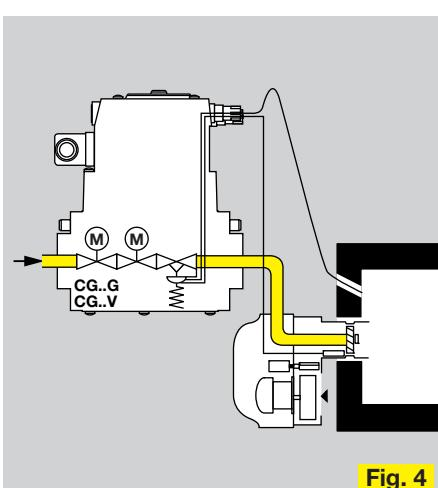

Fig. 4
- Fig. 4 Gebläseunterstützte Kessel, modulierend oder mehrstufig geregelt.
- Fig. 4 Fan-assisted boilers, modulating or multi-stage-controlled.
- Fig. 4 Chaudières assistées par air soufflé, à régulation par variation continue ou à plusieurs étages.